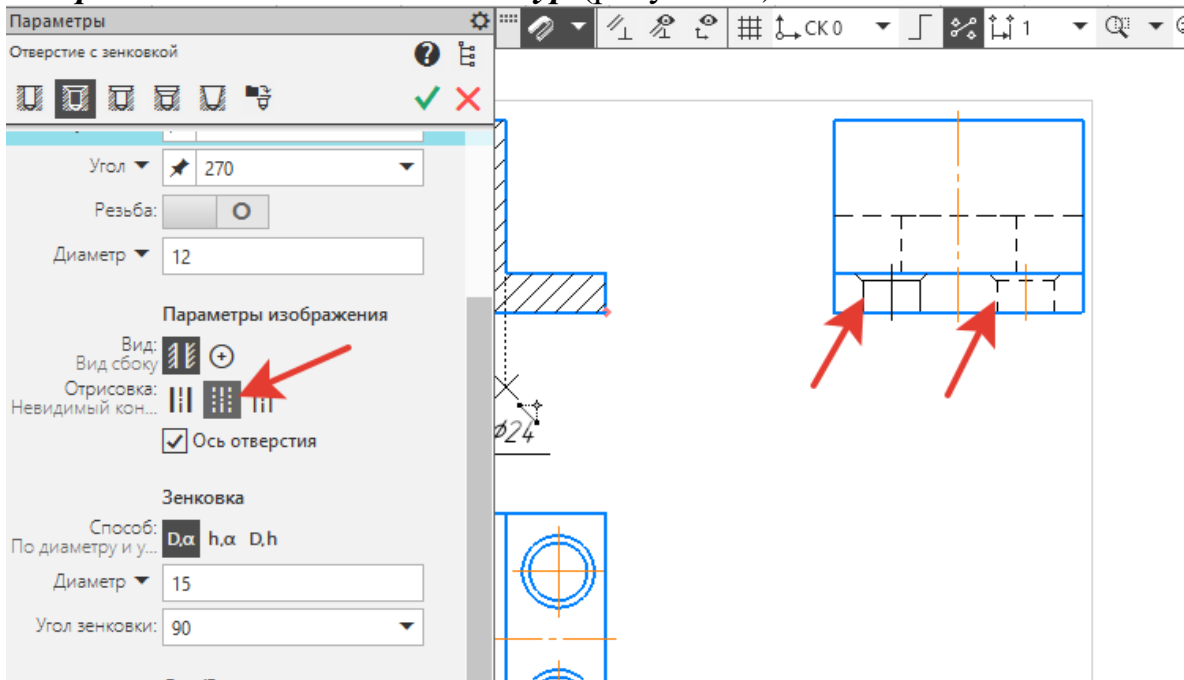

Рисунок 55.
18. Дважды щелкнуть на поставленные отверстия и в **Параметрах** поменять **Обрисовка – Невидимый контур** (рисунок 55).